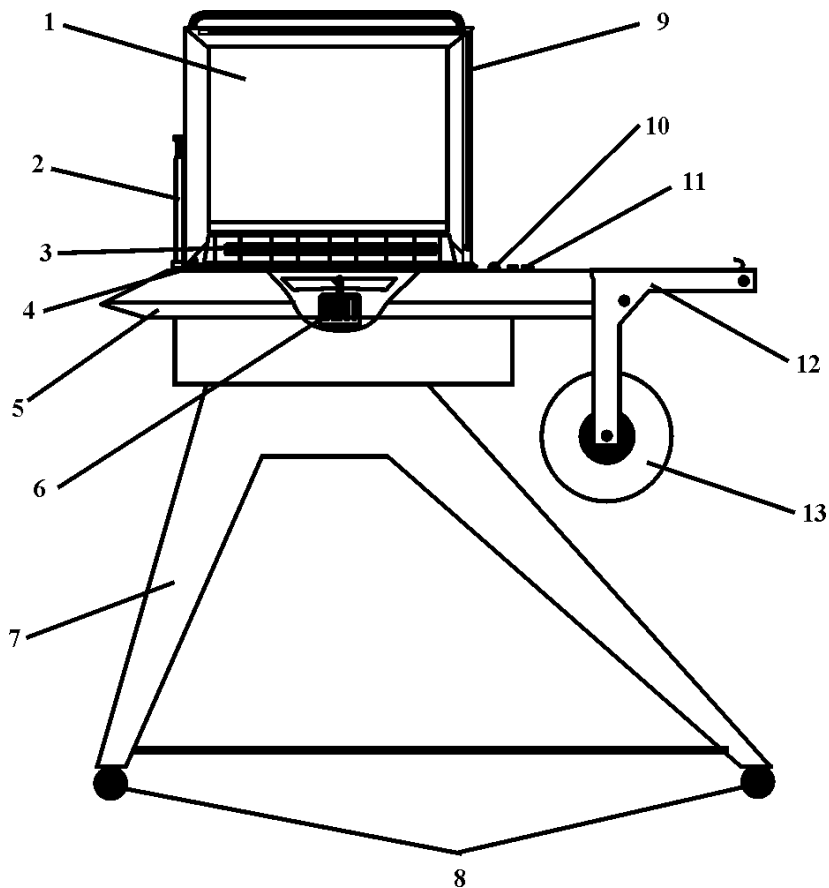

Рис. 1. Схема аппарата ТЕРМОПАК-2000
Термоусадочный упаковочный аппарат ТЕРМОПАК-2000 (рис.1) состоит из металлического корпуса 5, термокамеры с вентилятором обдува 6, импульсного ножа 9, расположенного на подпружиненной раме с пластмассовым колпаком 1. Блок расправки пленки 9, установленный на аппарате, необходим для разделения двух слоев полурукава пленки и облегчения последующего вложения в него продукта.
1. Выключить тумблеры «ТЭН», «НОЖ» (см. рис. 1, 2).
Температура нихромовой нити термоножа 8 (рис.1) может достигать величин, превышающих стойкость тефлонового покрытия. Конструкцией предусмотрено реле времени, которое ограничивает длительность импульса тока (1,8 сек.), поэтому температура ножа не превышает критических величин. Однако пользователю не следует закрывать колпак 1, сразу же после его открытия (это касается режимов, когда включен тумблер «НОЖ»), так как в результате повторных включений, без остывания ножа и погасания индикатора 15, температура ножа может превысить расчетную, что может привести к прожогу прокладки 14 или обрыву нити ножа.